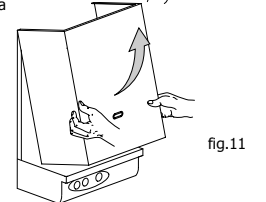

fig.11
- desplazar hacia adelante la carcasa (fig.11),
- mover hacia arriba la carcasa para soltar los ganchos superiores de la misma (fig.11).